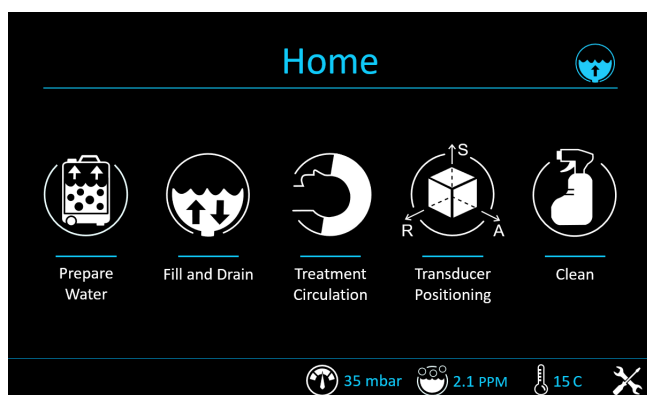
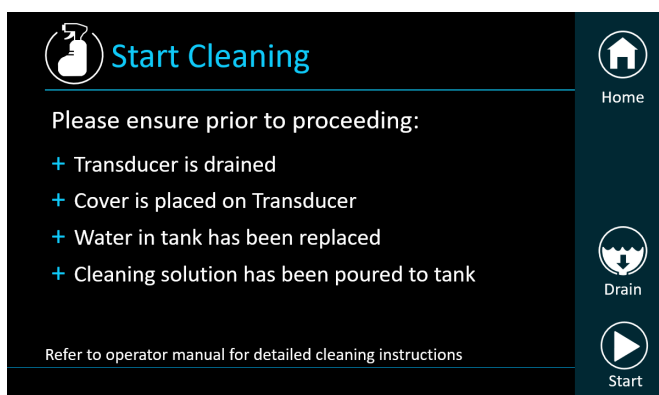
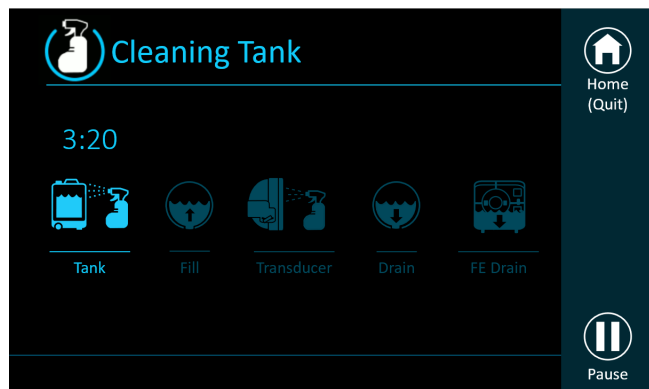

Figura 12-7: Menú «Home» (Inicio)
Figura 12-8: Menú «Clean» (Limpiar)
Figura 12-9: «Cleaning Tank» (Depósito de limpieza)
Paso 12. En la pantalla principal del circuito de agua: menú «Home» (Inicio) (**Figura 12-7**), pulse la opción «Clean» (Limpiar). El sistema cambiará al modo Clean (Limpiar) (**Figura 12-8**)
Paso 13. Pulse el botón «Start» (Iniciar) para iniciar la operación de limpieza (**Figura 12-8**). Aparecerá un temporizador de cuenta atrás que mostrará el tiempo restante de limpieza del depósito (**Figura 12-9**).